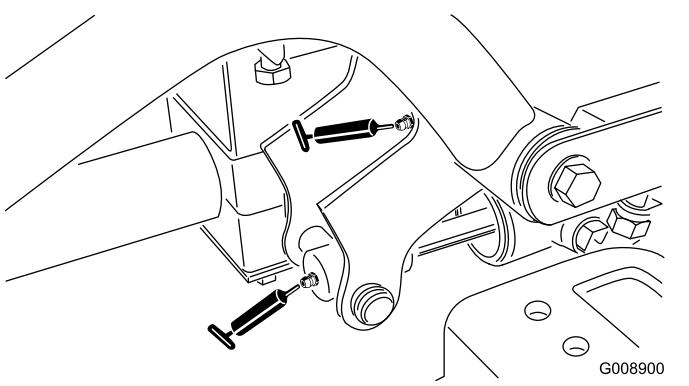

Рисунок 38
- Два правых передних шарнира подъемного рычага и подъемного цилиндра (Рисунок 38)